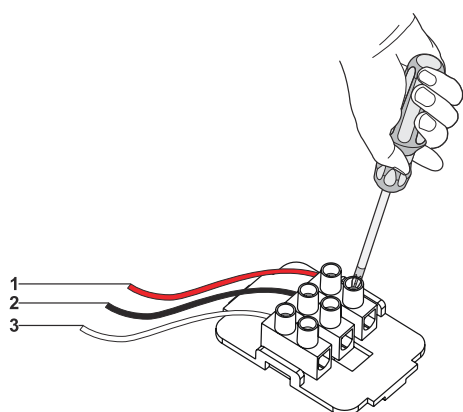

Fig. 13
- 1. ➤ **NC / COM:** När dessa 2 anslutningar används och fläkten stängs av kommer fläkten skicka en signal till den anslutna enheten (Fig. 13).
- 2. ➤ **NO / COM:** När dessa 2 anslutningar används och fläkten sätts på kommer fläkten skicka en signal till den anslutna enheten (Fig. 13).